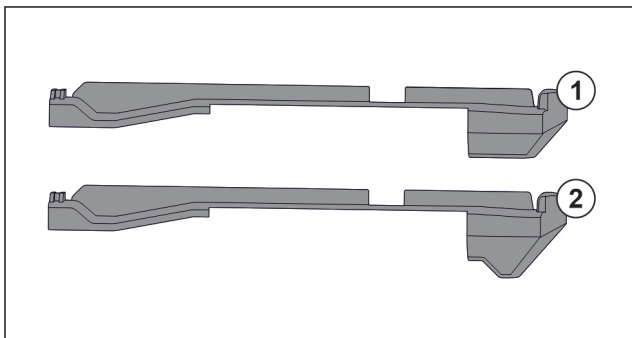

Fig. 78 Confronto degli elementi inseribili
Nell'apparecchiatura si trovano due diversi elementi inseribili. L'elemento inseribile sopra il cassetto più in basso Fig. 78 (2) presenta un bordo triangolare. Tutti gli altri elementi inseribili Fig. 78 (1) dispongono di un bordo dritto.
- ▶ Applicare l'elemento inseribile Fig. 78 (2) con il bordo triangolare sopra il cassetto più in basso.
- ▶ Applicare l'elemento inseribile Fig. 78 (1) con il bordo dritto su tutti gli altri punti.